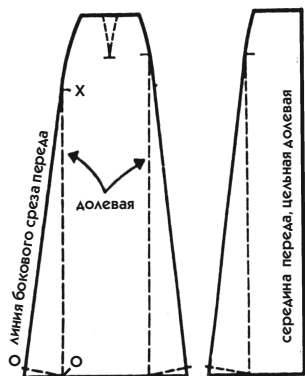
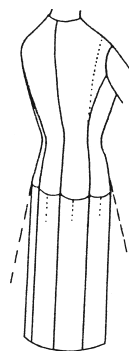

Рис. 237
Рис. 250
- Половину этой мерки отложите от срединной линии и таким образом наметьте половину необходимой фалды. Проведите прямую линию, переходящую в изогнутую линию бокового среза (рис. 237). В приведенном примере половина фалды составляет 8 см.
- Добавьте такую же половину фалды с противоположной стороны клина (рис. 237).
4. **Низ фалды.** Чтобы облегчить выполнение половины фалды, надо сначала провести линию низа горизонтально (рис. 237).
- Чтобы начертить необходимую кривизну низа фалды, достаточно отложить по наклонной сплошной линии расстояние от X до O по вертикали (см. рис. 237). Уголки фалд приподнимутся (см. мелкий пунктир на рис. 237).
Они очень просты в исполнении. Для этого вам надо вернуться к описаниям рис. 91 или 145 и добавить внизу расширение, как указано в описании рис. 237 или 242. Единственная трудность, с которой вы можете столкнуться при выполнении этих моделей, появляется в том случае, когда вам хочется, чтобы все клинья были одинаковой ширины на уровне бедер (например, когда речь идет о поперечном рельефе с фестонами, как на рис. 250). Этой проблемой мы и займемся.
Пользуясь рис. 250, представим все случаи, которые мы будем выполнять на базовом лекале.
соображениям требуется, чтобы каждый рельеф совпадал с краем каждой складки (или каждой второй, или каждой третьей и т. д.). На рис. 250 мелким пунктиром обозначен второй край складки.
Возможно, вас удивил тот факт, что мы делили половину обхвата бедер на 5 полос, а не на 4, как можно было предположить, глядя на рис. 250. Причина в том, что если разделить мерку на 4, то полученная величина потребует значительного перемещения рельефа «бретель» как спереди, так и сзади. Попробуйте проверить на опыте, и вы убедитесь, как плохо выглядит рельеф, отходящий от груди и расширяющийся к талии. 5 полос позволяют удобно разместить рельеф для средних размеров, а для больших размеров желательно сделать 6 полос. Для худощавой фигуры иногда достаточно сделать и 4 полосы. Если вы захотите сделать для среднего размера только 4 полосы, следует прибегнуть к перемещению рельефа (см. объяснение задания к рис. 151).